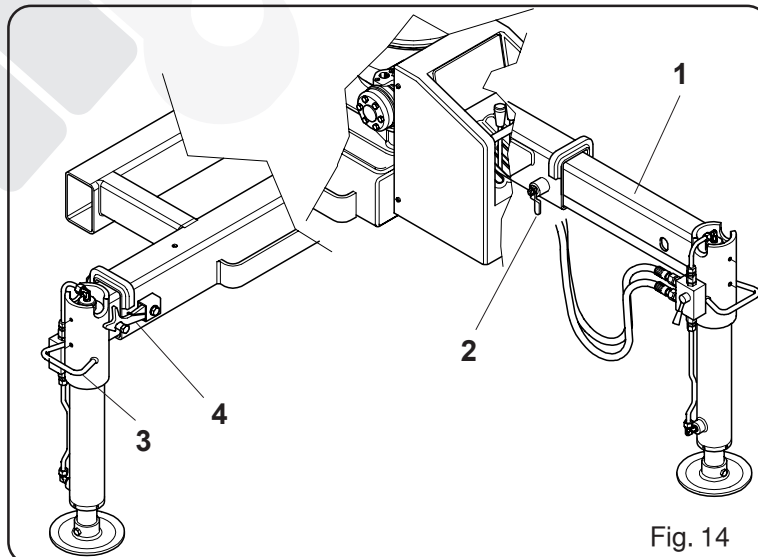

Fig. 14
- Procedere allo sfilamento laterale dei bracci stabilizzatori, uno alla volta, iniziando da quello posto sul lato comandi. Lo sbloccaggio avviene ruotando di 180° verso l'alto la maniglia (2) e sbloccando l'aggancio automatico (4 - Fig. 14); estrarre il braccio (1) di circa 20 cm, poi riportare la maniglia in posizione di blocco. Tirare nuovamente il braccio verso l'esterno, in questo modo il perno di bloccaggio scatterà nuovamente ed automaticamente quando il braccio giungerà alla fine della sua corsa massima. Si raccomanda di esercitare l'azione di tiro agendo sempre sull'apposita maniglia (3), mai sui tubi rigidi dello stabilizzatore. Si raccomanda di aprire i bracci stabilizzatori sempre alla max. apertura per lavorare con la massima stabilità e sicurezza.
- La chiave avviamento (1) gru sia stata tolta dal quadro elettrico di comando e rimessa nella sua custodia in cabina.
- I piedi stabilizzatori (2) (idraulici o meccanici) siano in posizione completamente retratta.
- Controllare che le prolunghe meccaniche montate siano fissate con le relative spine (3) fermate a loro volta dalle rispettive coppie (4).
- La leva (5) e la levetta di blocco dei bracci stabilizzatori sia in perfette condizioni di bloccaggio. L'accidentale fuoriuscita dei bracci stabilizzatori con il veicolo in marcia, può essere causa di gravi incidenti.
- La leva (1) del rubinetto / valvola dei martinetti stabilizzatori sia in posizione chiusa (A Fig. 14 pag. 37).